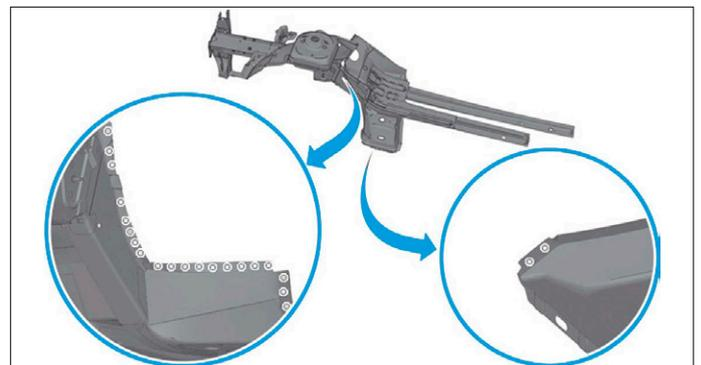
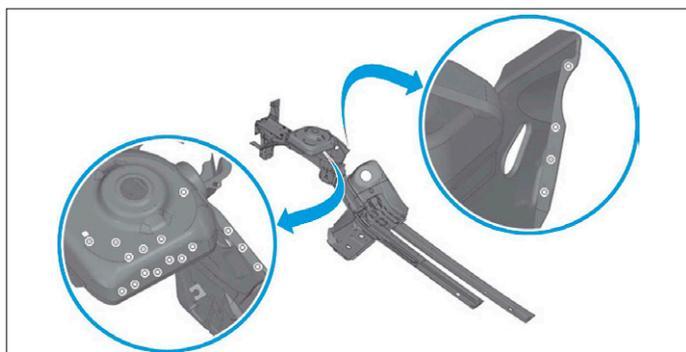
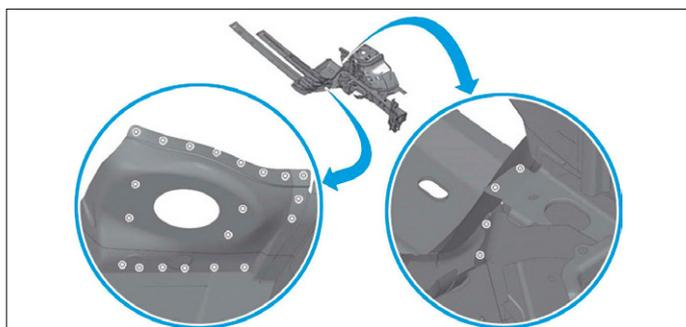

FIG. 15
FIG. 16
FIG. 17
- Tracer puis percer au Ø 8 mm pour soudage ultérieur par points bouchons (Fig.15), (Fig.16) et (Fig.17).